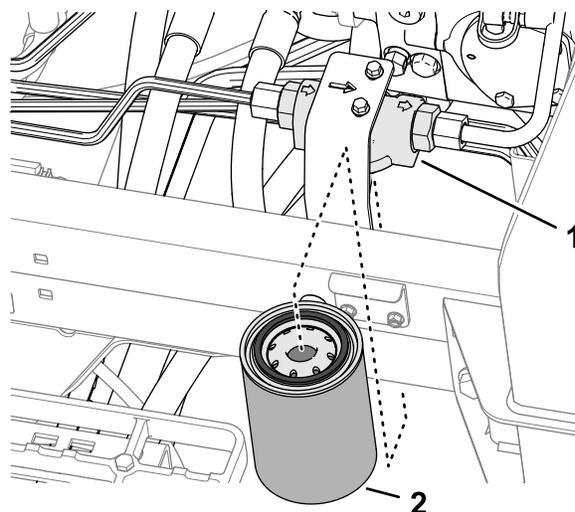

图 115
3. 在机器左侧，在填充过滤器下方放置一个放油盘 (图 115)。